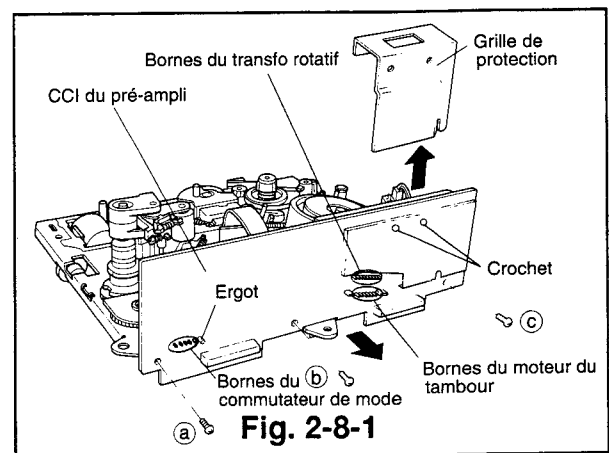
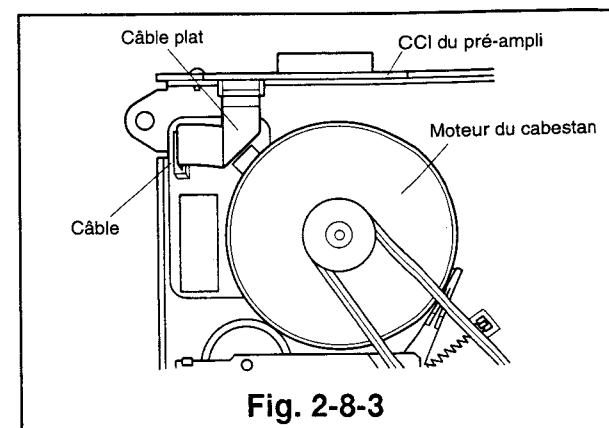

Fig. 2-8-1
Fig. 2-8-3
- 1) Défaire le crochet et soulever la grille de protection du pré-amplificateur comme indiqué dans la Fig. 2-8-1 pour déposer celui-ci.
- 2) Dessouder les bornes du commutateur de mode, du moteur du tambour, et du transfo rotatif illustrés dans la Fig. 2-8-1.
- 5) Renverser la platine et déconnecter le connecteur plat qui relie la CCI du moteur du cabestan à la CCI du préamplificateur. (Se référer à la Fig. 2-8-3.)
- 6) Enlever les trois vis (a), (b), (c) et tirer avec précaution la CCI du préamplificateur dans le sens indiqué par les flèches. (Voir la Fig. 2-8-1.)
- 1) Insérer les bornes du commutateur de mode, du moteur du tambour et du transfo rotatif ainsi que l'ergot, adjacent au commutateur de mode, dans les orifices correspondants de la CCI du préamplificateur et fixer celle-ci à l'aide des trois vis (a), (b), (c), dans l'ordre (b), (c), (a). (Voir la Fig. 2-8-1)
- 2) Souder les broches mentionnées dans l'item 1.
- 3) Retourner la platine et reconnecter le câble plat reliant la CCI du moteur du cabestan à la CCI du préamplificateur (Se référer à la Fig. 2-8-3.) Veiller à ne pas remonter le connecteur plat à l'envers.